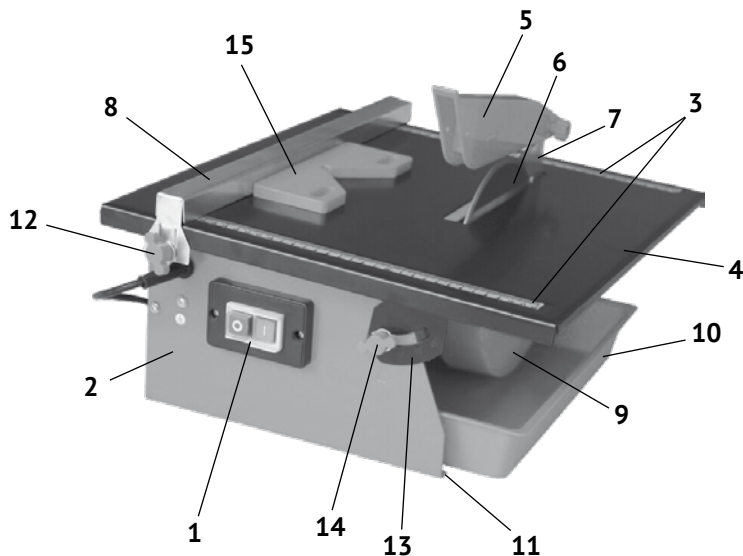
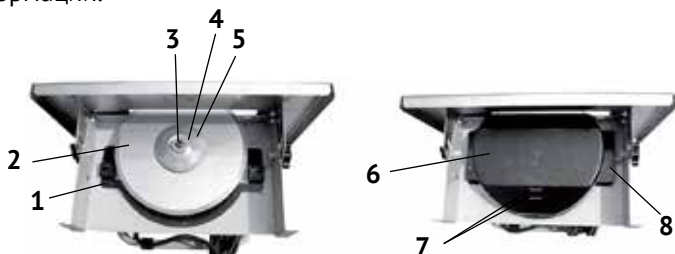

рис.1
рис.2
1.6 Общий вид и элементы плиткореза представлены на рис.1
1.7 Асинхронный двигатель крепится на перегородке металлического корпуса (рис.1 поз.2) под рабочим столом (рис.1 поз.4). На вал якоря двигателя, между опорным и прижимным фланцами, крепится отрезной алмазный круг (рис.1 поз.6).
Охлаждение круга во время работы осуществляется погружением его нижней части в поддон с водой. Поддон (рис.1 поз.10) устанавливается под нижний защитный кожух (рис.1 поз.9). На кожух нанесены: стрелка, указывающая направление вращения диска, и риски, отмечающие нижний (min) и верхний (max) уровни охлаждающей воды.
1.8 Для установки отрезаемой плитки в нужном положении, на рабочем столе (с двух сторон) нанесена метрическая и дюймовая разметка (рис.1 поз.3).
Заготовка размещается на рабочем столе (рис.1 поз.4) в нужном положении с помощью параллельного (рис.1 поз.8) или углового упоров. Разрезаемая плитка подаётся оператором по рабочему столу к отрезному кругу вручную.
1.9 Выключатель – магнитный пускатель (рис.1 поз.1) расположен на передней стенке короба. Он имеет две кнопки: зелёная с символом «I» - включение двигателя и красная с символом «0» - выключение двигателя (МЭК 60417).
На нижнем защитном кожухе (рис.1 поз.9) стрелкой указано направление вращения круга.
Плиткорез поставляется полностью собранным, за исключением верхнего защитного кожуха (рис.1 поз.5).
- установить плиткорез на ровной, горизонтальной поверхности рабочего стола (верстака), вставив 4-е резиновые ножки (из комплекта поставки) в крепёжные отверстия (рис.1 поз.11).
- раскрутить болтовое соединение верхнего кожуха (рис.1 поз.5);
- совместив крепёжные отверстия кожуха и расклинивающего ножа (рис.1 поз.7), соединить их болтом и закрепить гайкой. Крепление не должно быть жёстким. Кожух должен иметь возможность вращения вокруг оси крепления, чтобы фиксироваться в выбранном положении относительно круга (рис.1 поз.6);
- установить на нужном расстоянии от круга (справа или слева) параллельный упор (рис.1 поз.8). Для точной установки заготовки использовать шкалы рабочего стола. Шкала слева от диска – от 220 мм до 0, справа – от 0 до 120 мм;
- выставив в нужное положение параллельный упор, зафиксировать его зажимным винтом (рис.1 поз.12);
- под нижний защитный кожух установить поддон (рис.1 поз.10) и заполнить его водой. Постоянно следить за уровнем воды по рискам на нижнем кожухе.
- ослабить крепление винтов фиксации (рис.1 поз.14) с двух сторон рабочего стола;
- выставить нужный угол наклона по шкале (рис.1 поз.13);
Замене подлежит алмазный круг, режущая часть которого (напыление) полностью выработалась. Для замены круга (см. рис.2):
- вынуть поддон (рис.1 поз.10) из-под нижнего защитного кожуха (рис.2 поз.6);
- снять нижний защитный кожух, открутив два винта (рис.2 поз.8);
- зафиксировав ключом вал якоря двигателя (рис.2 поз.3), открутить зажимную гайку (рис.2 поз.4), снять с вала прижимной фланец (рис.2 поз.5) и круг (рис.2 поз.2);
- очистить опорный и прижимной фланцы, крышку кожуха (рис.2 поз.1) и сам кожух;